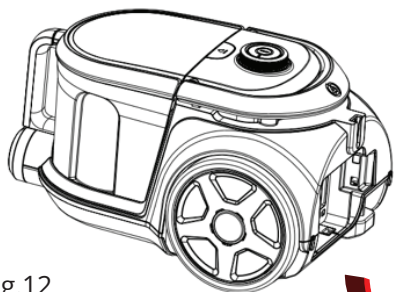

Fig.12
- 1) Fig. 12, apăsați pe butonul de deblocare din spatele aparatului.